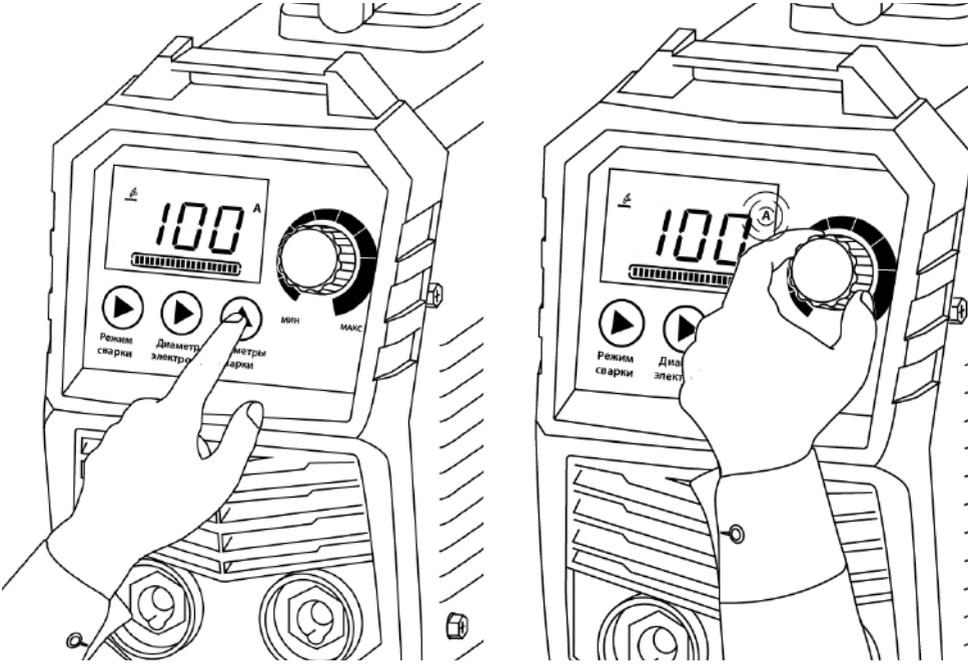

Рис. 11.0.3. Установка силы тока.
5. Для установки силы тока нажмите на кнопку параметров сварки (см. рис. 11.0.3). Индикатор силы тока будет мигать. Установите необходимое значение с помощью регулятора.